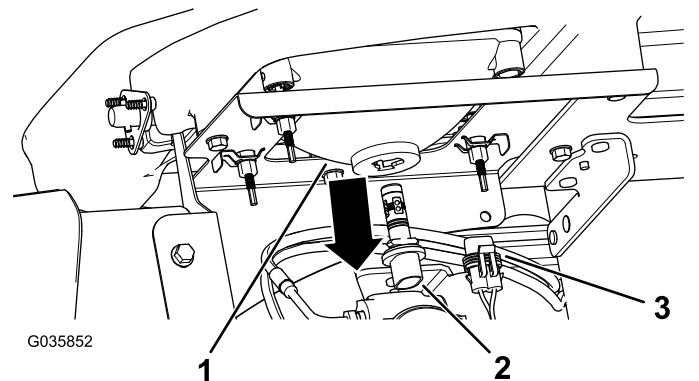

Figura 49
3. Desconecte el conector eléctrico del arnés de cables del conector de la lámpara, en la parte trasera de la carcasa del faro (**Figura 49**).
4. Retire el conjunto de la lámpara girándola ¼ de vuelta en sentido antihorario y desplazándola hacia atrás (**Figura 49**).
conjunto de la lámpara con las ranuras de la carcasa del faro (Figura 49).
6. Sujete el conjunto de la lámpara girándola $\frac{1}{4}$ de vuelta en sentido antihorario (Figura 49).
7. Conecte el conector eléctrico del arnés de cables al conector del conjunto de la lámpara nueva (Figura 49).